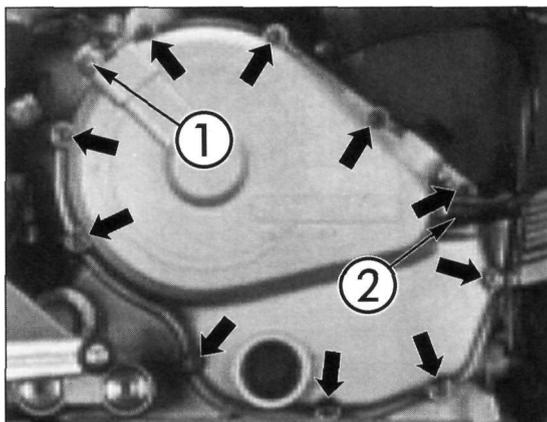

Bild 95
- M 600/750: Auffanggefäß für austretende Hydraulikflüssigkeit bereithalten und Hydraulikanschluss ausdrehen (Bild 95).
- Stecker des Öldruckschalters abziehen (② Bild 95 und Bild 96).